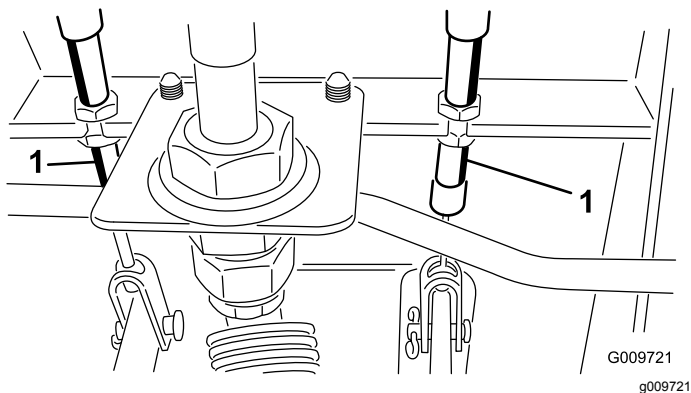

Figura 73
- A. Desaperte a porca dianteira na extremidade roscada do cabo do travão (Figura 73).